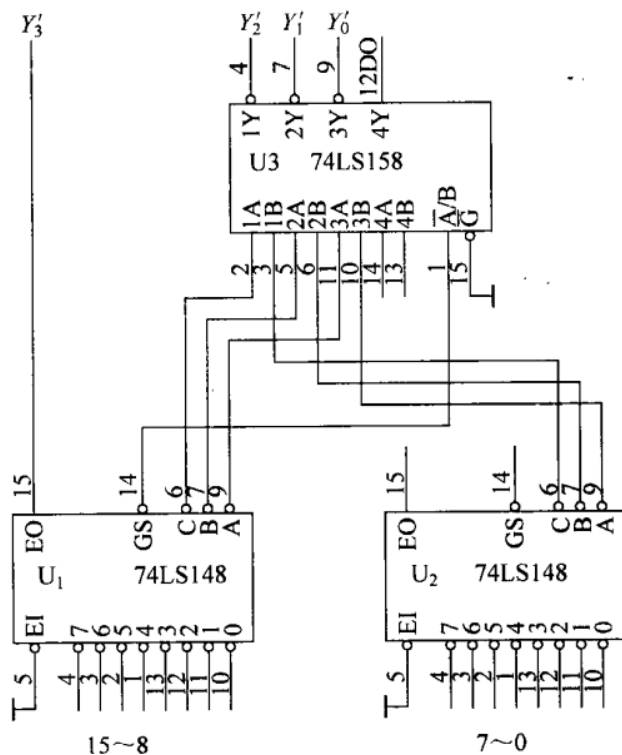

图 3-5 优先编码扩展原理图
2. 针对 36 页图 3-5 电路，利用分析逻辑电路法，或连接电路实际测试法，将其真值表画出
4. 针对 36 页图 3-5 电路，分析其功能并画出真值表